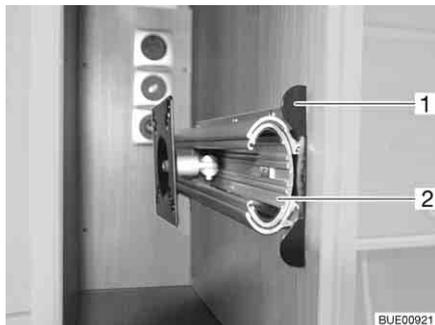

Fig. 88 Supporto nel mobiletto porta TV
- Premere verso l'interno il listello di sblocco (Fig. 88,1).
- Estrarre interamente la base estraibile (Fig. 88,2).
- Inserire la base estraibile Fig. 88,2), finché il listello di sblocco (Fig. 88,1) non si arresta a scatto.